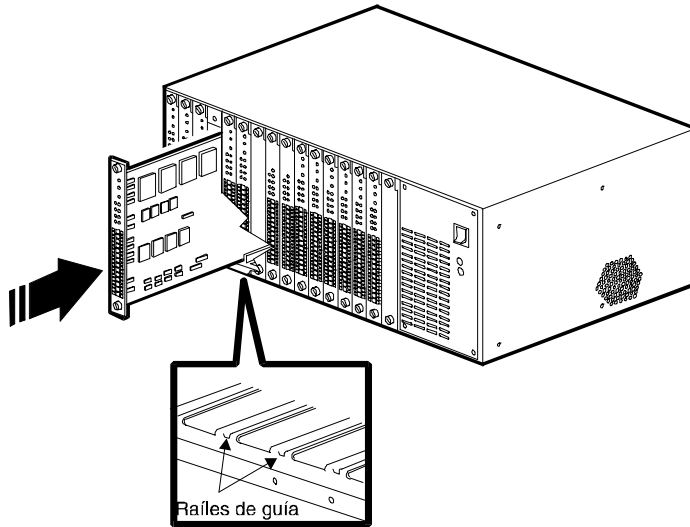

Figura 2-11. Insertar tarjetas principales de módem
2. Empezando por la ranura 1, sostenga la tarjeta por los bordes con el panel frontal de cara a usted y alinee la tarjeta con las guías de metal de la ranura en la que desea instalar la tarjeta. Consulte la Figura 2-11.